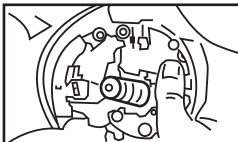

FIG. 14
1. Quand vous repositionnez et fixez la plaque de renvoi d'angle, assurez-vous que le levier du contacteur est sur la position basse (reportez-vous à la fig. 14).
1. Cuando vuelve a colocar y asegurar la placa de manubrio acampanado, verifique que la palanca de cierre está en posición hacia abajo (vea la fig. 14).